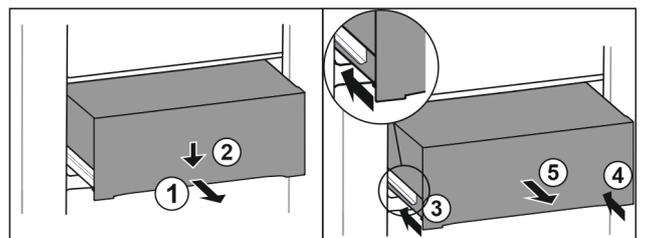

Fig. 110
- ▶ Schubfach halb herausziehen. *Fig. 110 (1)*
- ▶ Schubfach an der Vorderseite nach unten drücken. *Fig. 110 (2)*
- ▶ Linke Schiene etwa 2 cm einschieben. *Fig. 110 (3)*
- ▶ Rechte Schiene etwa 2 cm einschieben. *Fig. 110 (4)*
- ▶ Schubfach nach vorne entnehmen. *Fig. 110 (5)*